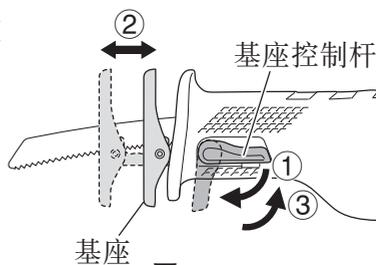

图 11
- (1) 断开开关，拆下电池。
- (2) 顺时针扭转基座控制杆；使基座滑至适宜位置。可将基座调至 5 个位置。
- (3) 逆时针扭转控制杆以固定基座。（图 11）
- (4) 请确保基座不会对刀刃产生干扰。